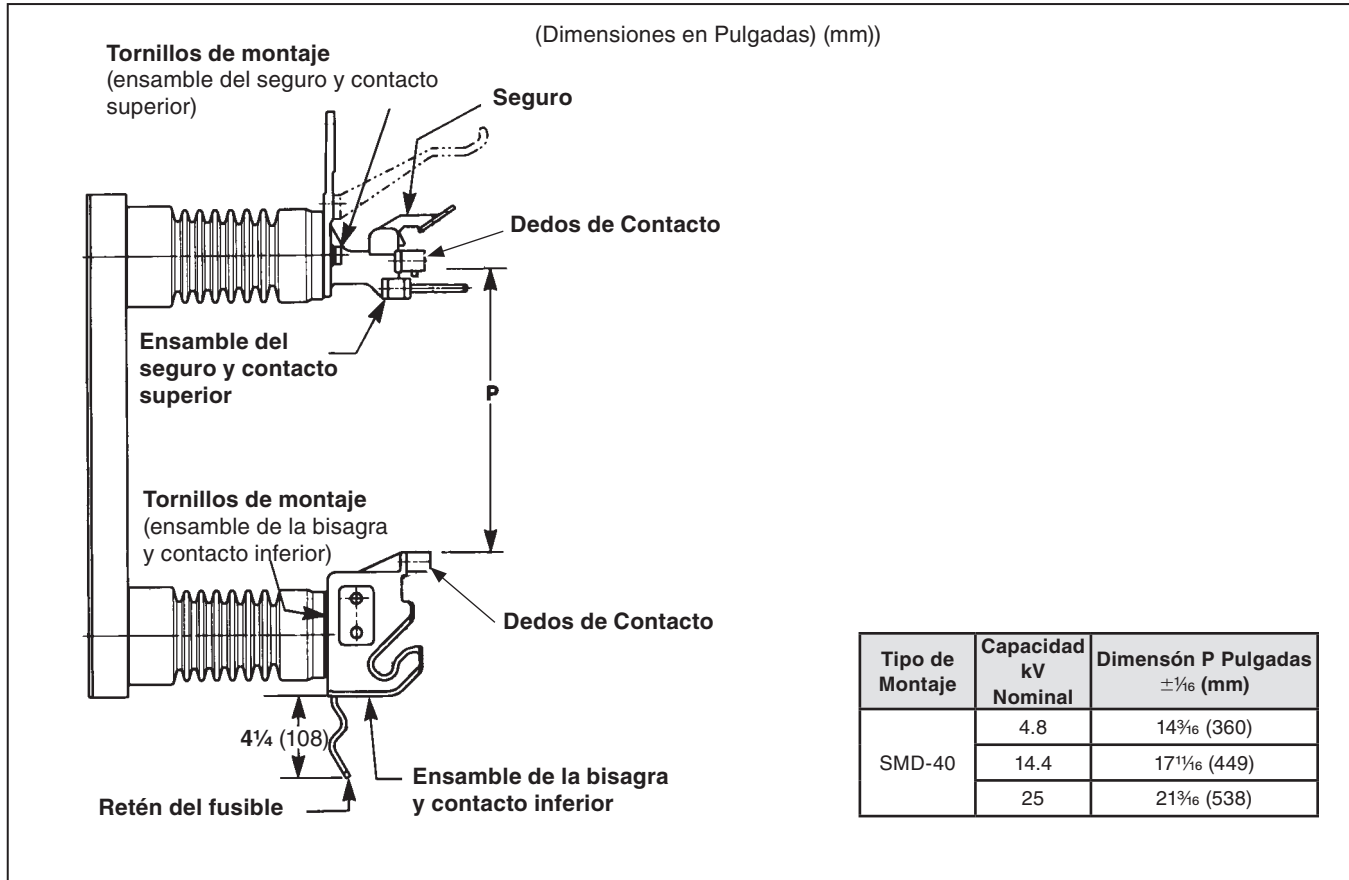

Figura 1. Espaciado de las partes vivas para los Fusibles de Potencia Tipo SMD-40 de S&C.
- PASO 2.** Sujete el montaje a una armazón o estructura de soporte utilizando la tornillería correspondiente (no se incluye con el montaje). Ver la Figura 1.
PASO 1. Mida con precisión la distancia entre los dedos de los contactos del ensamble del seguro y contacto superior y los dedos del contacto correspondientes del ensamble de la bisagra y el contacto inferior (Dimensión P, Figura 1 en la página 6). Verifique para estar seguro que la dimensión esté dentro de los límites de tolerancia establecidos por la Dimensión P. En caso de que sea necesario realizar ajustes, afloje los tornillos de montaje del ensamble del seguro y contacto superior y junte el ensamble o aléjelo del ensamble de la bisagra y contacto inferior según sea necesario para que la Dimensión P quede dentro de los límites especificados. Asegúrese de que se conserve la Dimensión P entre los dedos de los contactos superior e inferior en ambos lados del montaje del fusible. Apriete completamente los tornillos del ensamble del seguro y contacto superior.
PASO 2. Instale una de las unidades fusibles—con los accesorios terminales colocados según se indica en la Hoja de Instrucciones de S&C 252-555— en el ensamble de la bisagra y contacto inferior del montaje desenergizado y cierre el fusible lentamente contra el ensamble del seguro y contacto superior. Verifique que el accesorio terminal de la unidad fusible se acerque a los contactos “por el centro” en el ensamble del seguro y contacto superior. En caso de que sea necesario realizar ajustes, afloje los tornillos de montaje del ensamble de la bisagra y contacto inferior, y utilizando la unidad fusible como palanca, empuje el ensamble de la bisagra y contacto inferior a su alineación correcta con el ensamble del seguro y el contacto superior. Vuelva a verificar que la Dimensión P aun esté dentro de los límites de tolerancia. También, verifique que el retén del fusible esté posicionado como se muestra en la Figura 1 en la página 6. Vuelva a apretar los tornillos de montaje del ensamble de la bisagra y contacto inferior.